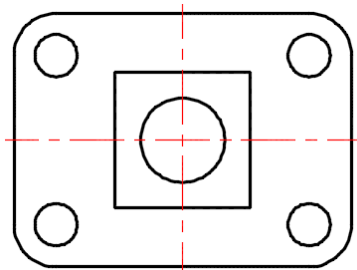

图 15-53 拉长中心线得到的图形效果
8 拉长中心线的长度。在功能区“默认”选项卡“修改”溢出面板列表中单击“拉长”按钮，在“选择要测量的对象或 [增量(DE)/百分比(P)/总计(T)/动态(DY)] <增量(DE)>:”提示下选择“增量 (DE)”提示选项，接着输入长度增量为 5，分别在要拉长的一端选择要修改的中心线，以使中心线各端均拉长到轮廓线外 5mm 处，如图 15-53 所示。